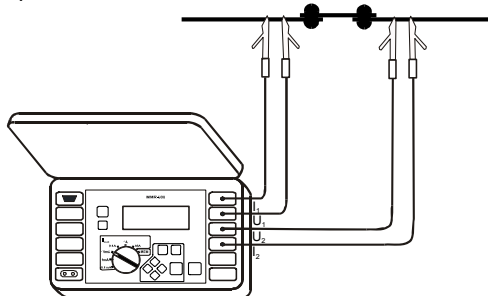

Рис.7. Способ подсоединения измерительных проводов прибора
Измеритель подключается к испытываемому объекту согласно Рис.7: провода напряжения, подключенные к гнездам **U1** и **U2**, должны находиться внутри токовых, подключенных к гнездам **I1** и **I2**. Следует обратить внимание на правильный выбор измерительных наконечников, потому что точность проведенных измерений зависит от качества проведенных подсоединений. Они должны гарантировать хороший контакт и способствовать протеканию измерительного тока без помех.
- подключить измерительные провода согласно Рис.7